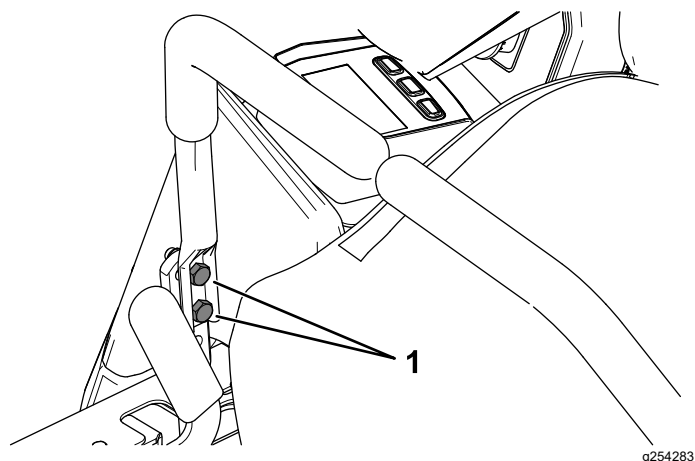

Рисунок 48
10. Якщо вирівнювання необхідне, ослабте 2 болти кріплення важеля керування рухом, розташовані на боці, який потребує вирівнювання (Рисунок 48).
12. Затягніть 2 болти кріплення важеля керування рухом (Рисунок 48).